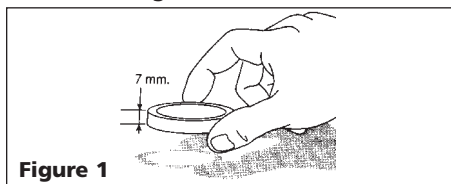

Figure 1
1. Poser la rondelle d'espacement (incluse dans le paquet de pièces) sur l'établi (Figure 1).